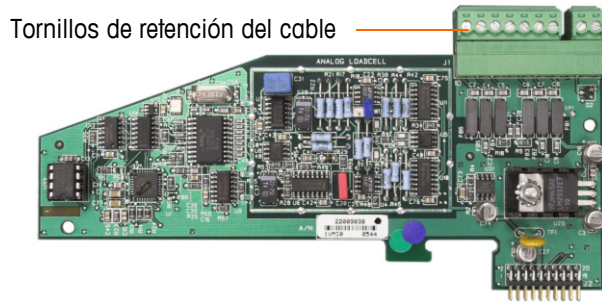
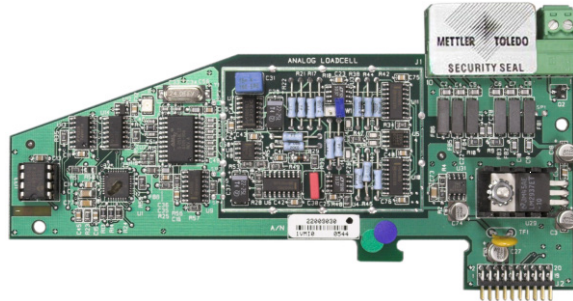

Figura 2-114: Conexión de la tarjeta opcional sin protección
Figura 2-115: Sello de seguridad instalado
2. Instale la tapa de seguridad para impedir el acceso a S-1, el interruptor de seguridad de metrología indicado en la Figura 2-114, y los interruptores del PCB principal.
3. Para proteger el o los cables de interconexión de las celdas de carga (fijos en las tarjetas opcionales), debe colocarse un sello de seguridad sobre las conexiones para asegurar que éstos no sean retirados o desconectados. El sello también impide el acceso a los tornillos retenedores del cable indicados en la Figura 2-114. La Figura 2-115 muestra un sello instalado.